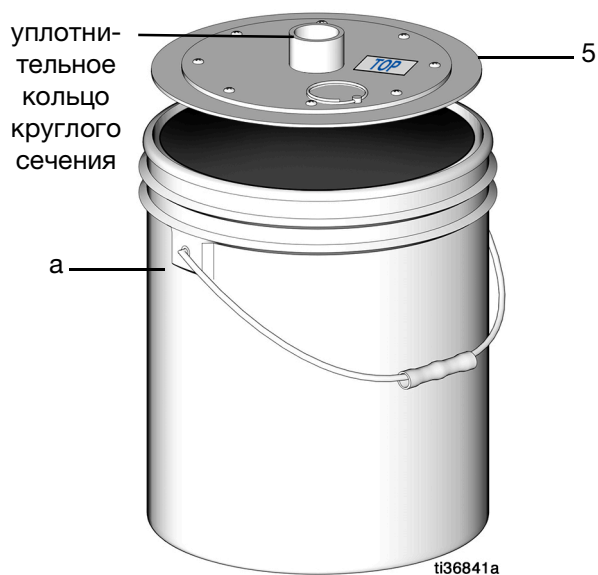

Рис. 5
3. Установите прижимную пластину (5) верхней стороной вверх (маркировка должна быть сверху) поверх объема консистентной смазки (Рис. 5).
4. Смажьте консистентной смазкой уплотнительное кольцо круглого сечения по центру прижимной пластины (Рис. 5).
5. Плотно вдавите прижимную пластину в консистентную смазку, чтобы вытеснить воздух (Рис. 5).